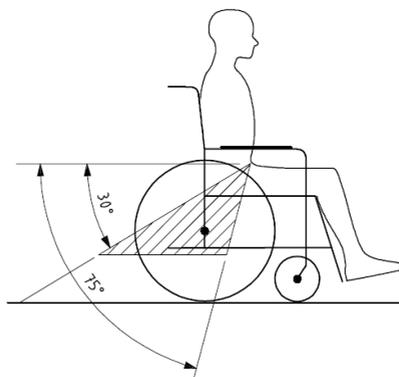

Figura 24
- É aconselhável utilizar o cinto de segurança pélvico ao longo da parte dianteira da área pélvica, de modo a que o ângulo do cinto se situe entre os 30° e os 75° em relação à horizontal, conforme indicado na Figura 24; um ângulo maior, sempre dentro da faixa prevista, é preferível